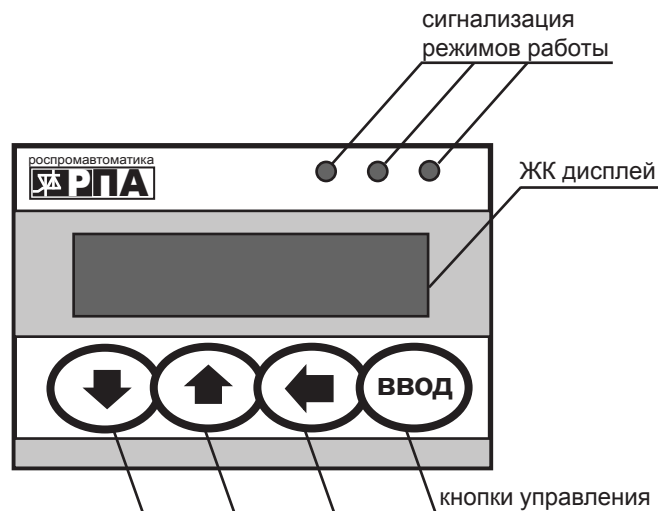

Рисунок 6.
Индикация рабочего состояния, аварии, изменение режима работы станции, навигация по меню осуществляется при помощи панели управления. (см. рисунок 6)
- панель управления PAN1 позволяет осуществлять выбор и изменение параметров системы (см. рисунок 6) и отображает параметры, техническое состояние и аварийные ситуации системы.